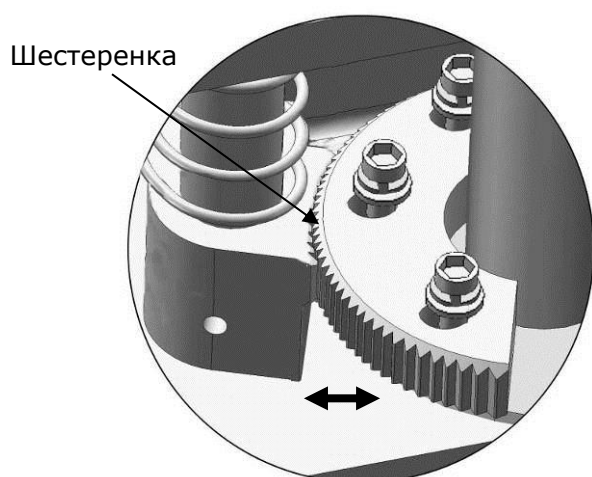

Рис. 34
3. Отрегулируйте положение фиксатора (см. рис. 34)